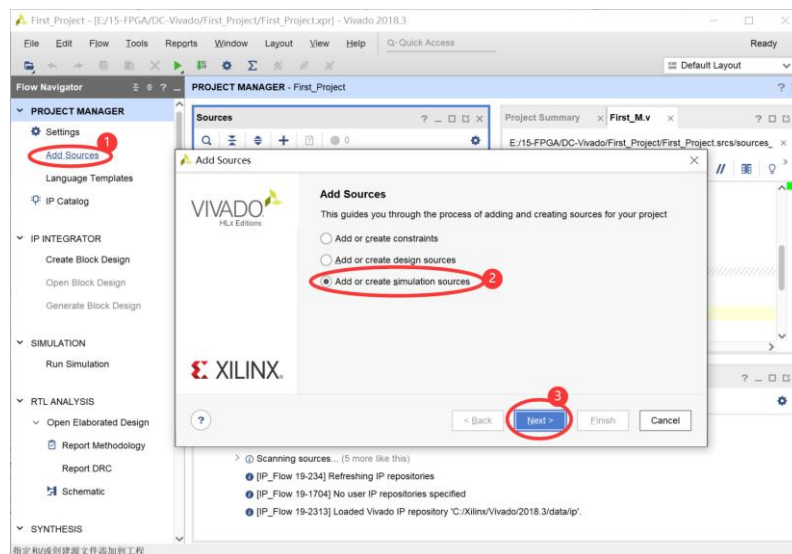

图3.18 新建仿真源程序
(1) 新建仿真源程序。在左侧的工程导航栏，如图 3.18 所示，单击“Add Sources”，并在弹出的对话框中选择“Add or create simulation sources”，即添加或新建仿真源程序，最后单击“Next”。